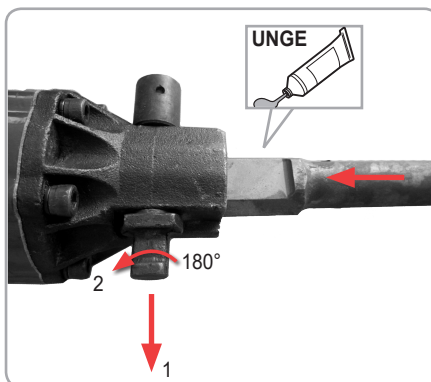

Fig.3
Montarea accesoriilor: Fig. 3
- Scoateți boltul de blocare cât mai mult posibil, Fig 3 (1) rotiți-l la 180° și eliberați-l Fig 3 (2). Introduceți dalta în montura sculei și împingeți-o cât mai mult.